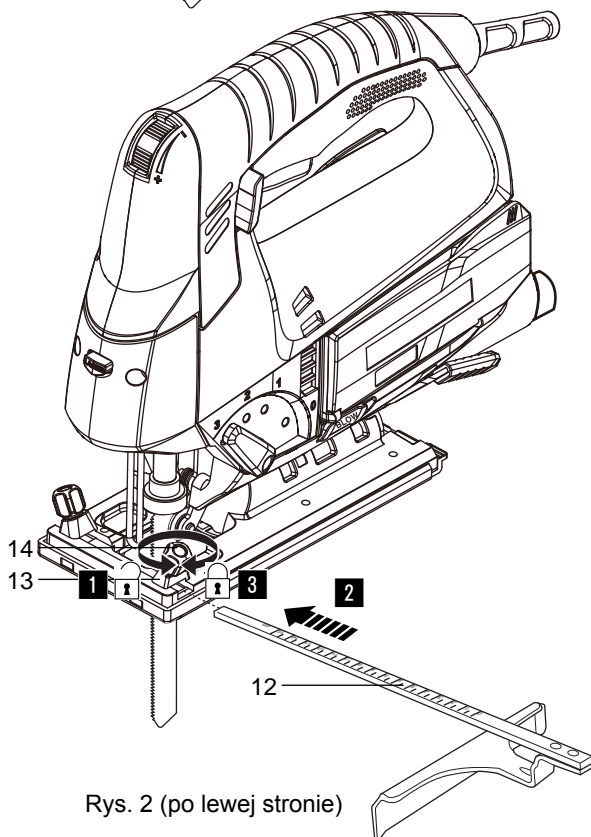

Rys. 1
2. Obróć pierścień gniazda na narzędzia (17) w kierunku odwrotnym do ruchu wskazówek zegara i wyjmij ostrze (23) (jeśli zostało założone) (rys. 1, krok 1).
3. Mocno nałóż potrzebne ostrze (23) na gniazdo na narzędzia (16) (rys. 1, krok 2), a następnie ostrożnie zwolnij pierścień gniazda na narzędzia (17) (rys. 1, krok 3). Sprawdź, czy krawędź ostrza jest ułożona równo z prowadnicą ostrza (15).
4. Pociągnij ostrze (23), aby sprawdzić, czy jest dobrze założone. Ostrze nie powinno dać się wyjąć.